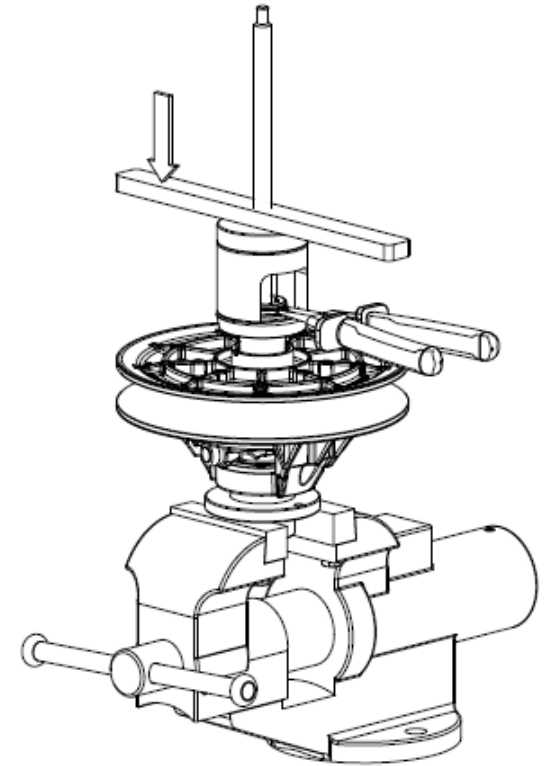
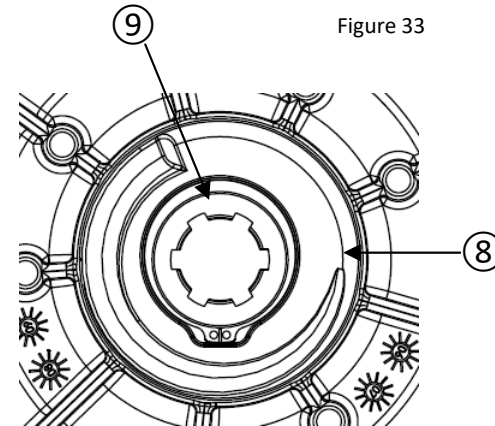

Figure 33
Figure 34
- Installez la poulie sur l'outil de démontage comme indiqué sur la figure 33.
- Insérez le ressort ⑦ dans le flasque coulissant ③.
- Mettez le siège de ressort ⑧ sur le ressort ⑦ et tournez-le dans le sens horaire jusqu'à ce qu'il s'arrête en rotation; maintenez le ressort avec votre main pendant l'opération.
- Mettez l'anneau élastique ⑨ sur le siège de ressort ⑧.
- Assurez-vous que l'anneau élastique ⑨ se trouve dans l'encoche prévue à cet effet (voir figure 34).
- Avec l'outil de démontage, abaissez le ressort ⑦ et le siège de ressort ⑧ jusqu'à ce qu'ils dégagent la rainure du segment d'arrêt dans l'arbre.
- Installez l'anneau élastique ⑨.